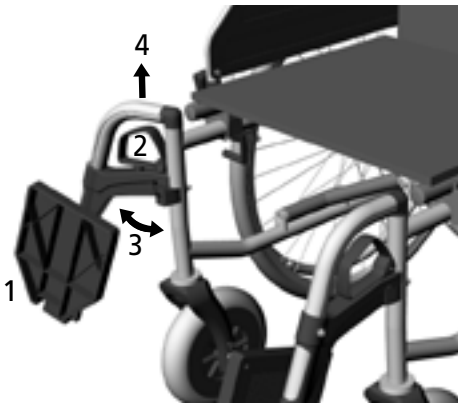

fig.9
2. Spingere la leva di bloccaggio verso l'alto (2, fig. 9).
3. Ruotare ora il sostegno per la gamba in avanti (3, fig. 9).
4. Per rimuovere il sostegno per la gamba: Afferrare il pezzo orizzontale del tubo del sostegno per la gamba e spingerlo verso l'alto sfilandolo dalla guida (4, fig.9).